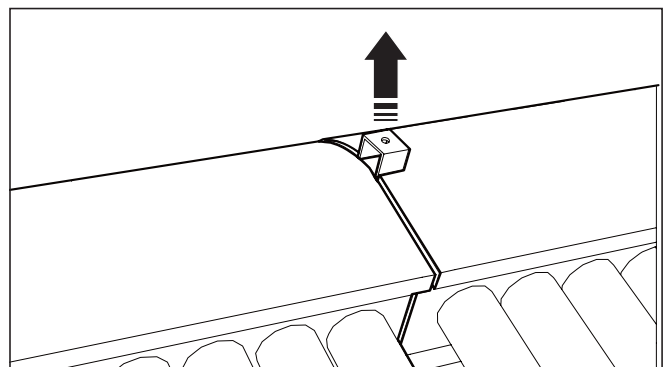

Abb. 5.4 Haltefeder lösen
- Gehen Sie bei jedem Kollektor genauso vor, wie ab Abb. 5.4 beschrieben.